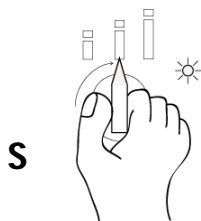

Fig.30
- 4- Tourner le sélecteur "S" et choisir un des cycles disponibles. (Fig.30)